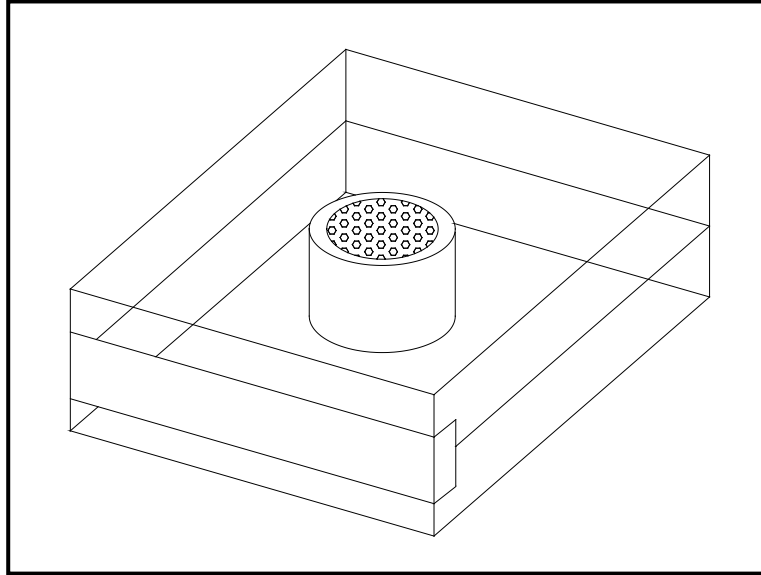

Abbildung 3: Verpackter Sauerstoffsensor
1. Entnehmen Sie den oxy.IQ und den separat verpackten Sauerstoffsensor (siehe *Abbildung 3* unten) aus dem Versandbehälter. Bewahren Sie den Versandbehälter und das Verpackungsmaterial für eine mögliche zukünftige Verwendung auf.
5. Öffnen Sie die luftdichte Verpackung (siehe Abbildung 3) und nehmen Sie den Sauerstoffsensor aus der Verpackung. Um das Energieniveau des Sauerstoffsensors aufrechtzuerhalten, entfernen Sie die rote Erdungslasche und installieren Sie den Sensor sofort im oxy.IQ.